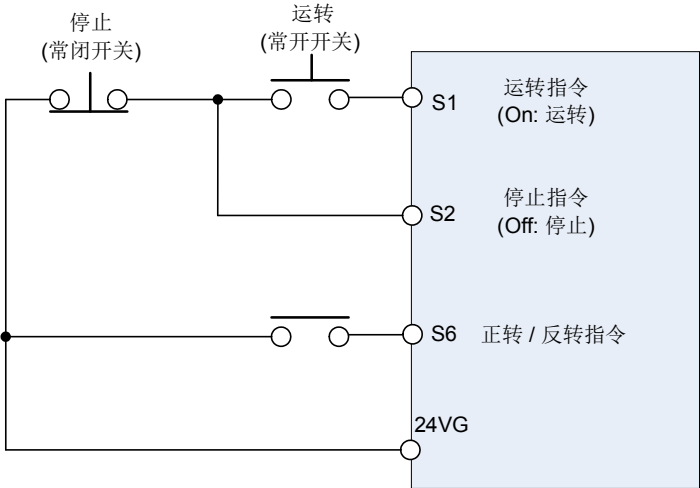

图 4.3.2 3 线式配线范例
- 下图 4.3.2 为 3 线式控制之范例。多功能输入端子 S6 为正转/反转指令端子。